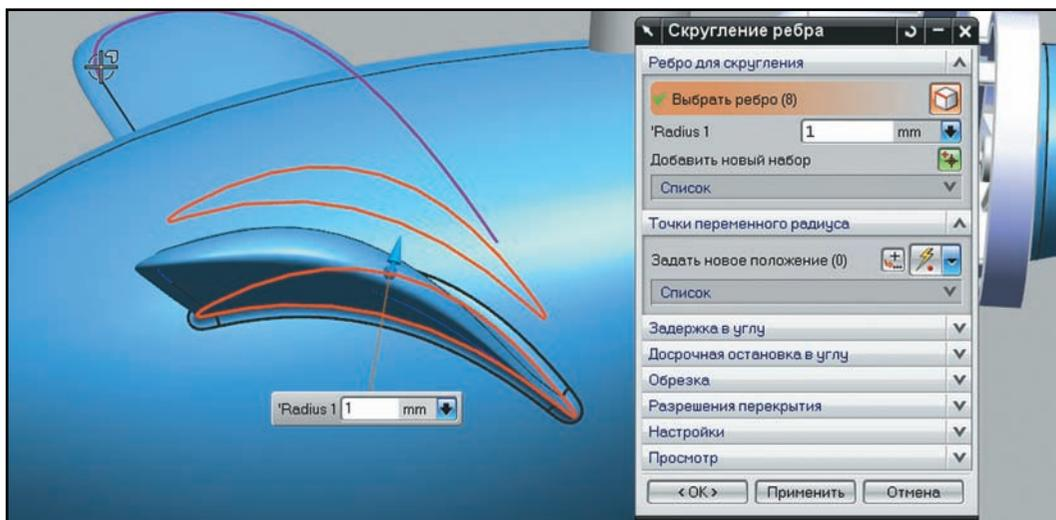

Рисунок 3.46 Создание скругления
- Для придания более эстетического вида полученной поверхности корпуса осталось только скруглить углы стыков. Для этого воспользуйтесь командой **Вставить > Конструктивный элемент > Скругление ребра** или нажмите соответствующую кнопку на инструментальной панели **Элемент**. Выделите все ребра, которые были образованы стыковкой составляющих поверхностей, и, задав величину радиуса равной 1 мм, постройте скругление (рис. 3.46).